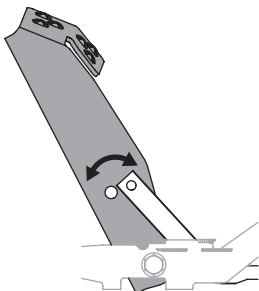

Figura 37
3. Coloque el pedal en la posición óptima según la preferencia del operador. Vea la Figura 37.